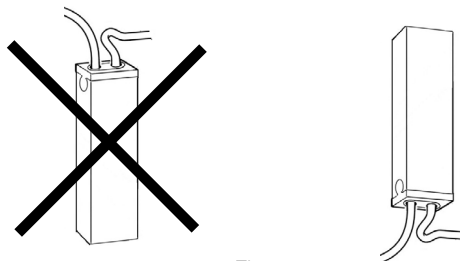

Fig. 7
- 10 Le récepteur RC2 n'a pas besoin de fixation et peut être positionné directement dans le logement qui lui est destiné; pour éviter le risque d'infiltrations d'eau, il est conseillé de le positionner avec les câbles vers le bas. Voir figure 7